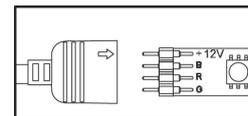

Fig.3
- Raccorder le ruban LED sur le connecteur du contrôleur RGB, en veillant à respecter le sens de connexion (voir Fig.3).